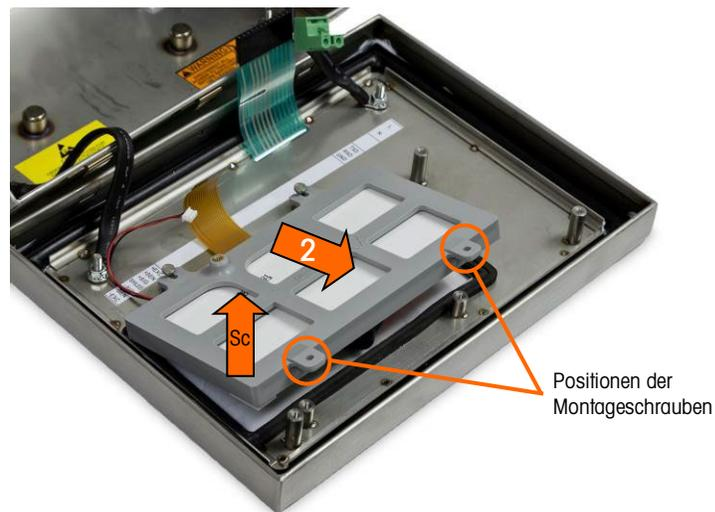

Abbildung 5-16: Montageschrauben des Display-Moduls
1. Schrauben Sie die zwei Schrauben, mit denen das Display-Modul am Gehäuse befestigt ist, ab. Die Schraubenpositionen sind in Abbildung 5-16 dargestellt.
3. Platzieren Sie das LCD-Display-Modul mit dem Display und Hinterleuchtungskabelbaum wie in Abbildung 5-16 dargestellt in die Display-Halterung.
6. Schrauben Sie die zwei Schrauben, mit denen das Display-Modul am Gehäuse befestigt ist, ein. Die Schrauben sind in Abbildung 5-16 dargestellt.